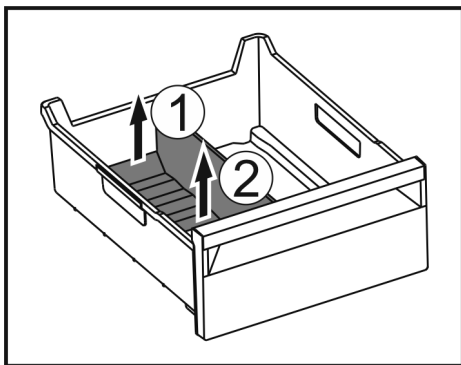

Fig. 173
- ▶ Приподнимите заднюю часть разделителя отделения для льда. Fig. 173 (1)
- ▶ Извлеките разделитель отделения для льда движением вверх. Fig. 173 (2)